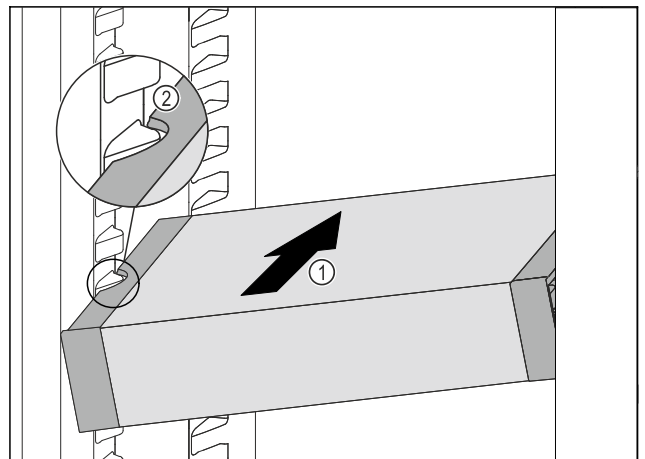

Fig. 102
- ▶ VarioSafe gurajte koso u hladnjak Fig. 102 (1) sve dok se bočni otvori Fig. 102 (2) ladice VarioSafe ne nađu na visini žljeba spremnika u hladnjaku.